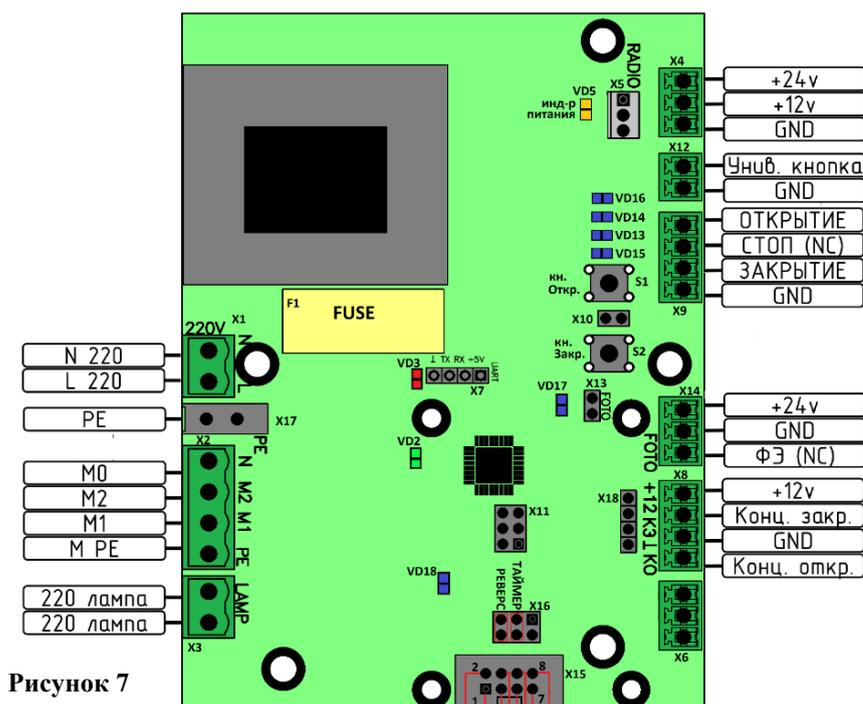

Рисунок 7
Питание шлагбаума однофазное, подключается к разъему X17 (см. Рисунок 7)
Фотоэлементы подключаются к разъему **X14** (см. Рисунок 7). Питание фотоэлементов – 24В. Управляющий сигнал – нормально замкнутый. При срабатывании фотоэлемента в открытом положении – шлагбаум не будет закрываться, игнорируя любые команды, при этом светодиод **VD17** гореть не будет.
При срабатывании фотоэлемента во время закрытия – закрытие прекратится и шлагбаум откроется. При отсутствии фотоэлементов на переключателе **X13** (см. Рисунок 7) должен быть установлен джампер. При отсутствии перемычки шлагбаум не будет закрываться.
3. Блок перейдет в режим настройки задержки таймера. Количеством миганий индикаторов открытия и закрытия (см. Рисунок 7) отобразится текущее время задержки в секундах кратное 5. (3 мигания – 15 секунд)